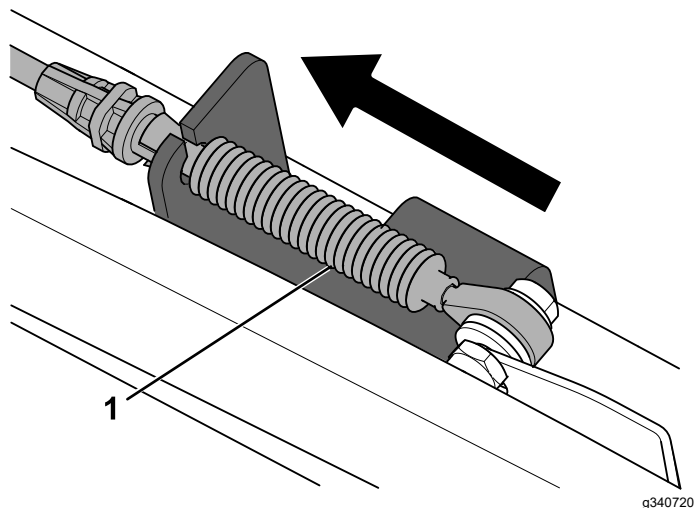

Figure 14
10. Poussez le support vers l'avant pour tendre le câble (Figure 14).